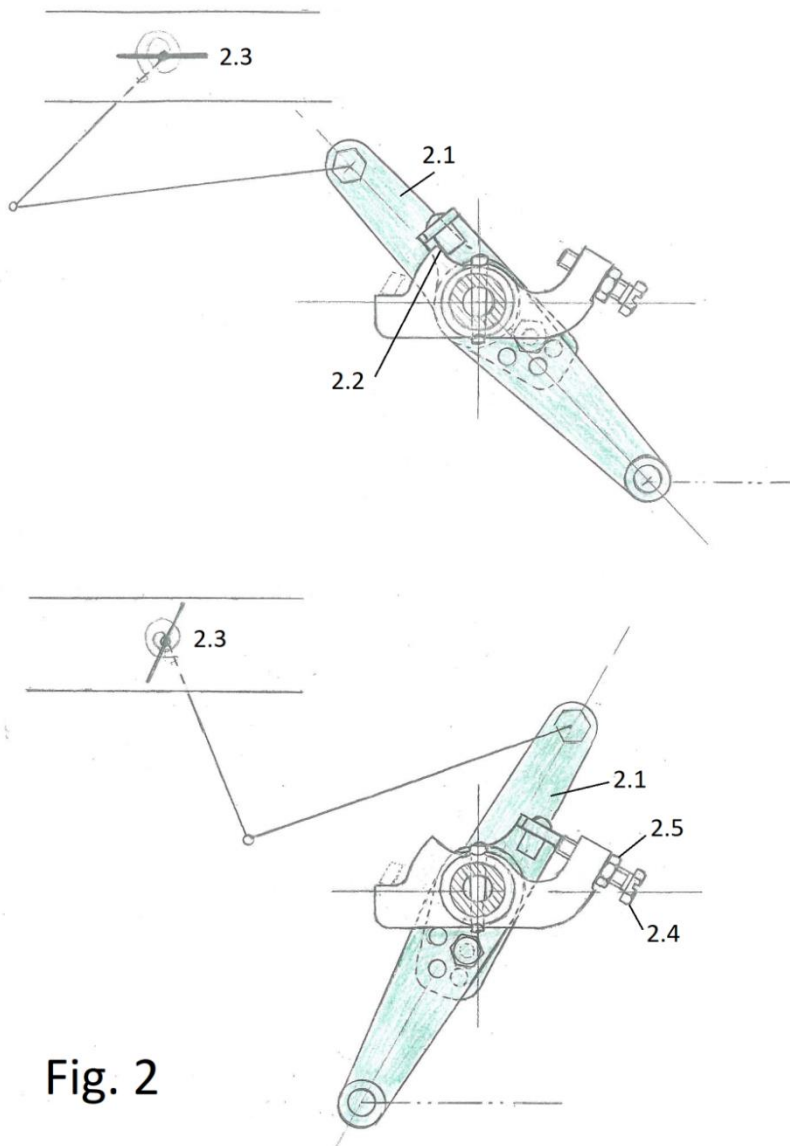

Fig. 2
- régime de ralenti (voir ci-dessous et Fig. 2).
Le régime de ralenti (vitesse la plus basse) est réglé par la butée réglable du levier d'accélérateur (2.1) - voir Fig. 2, sur le support du levier de commande du moteur :
- La figure 2 ci-dessus montre la position de l'ensemble du levier de l'accélérateur à plein régime, la position est déterminée par la butée fixe (2.2) - lorsque la goupille de l'ensemble du levier d'accélérateur repose sur le segment métallique, et le papillon des gaz (2.3) dans le collecteur d'admission doit être complètement ouvert en même temps - seulement indiqué schématiquement dans la figure,
- La figure 2 ci-dessous montre la position de l'ensemble du levier de l'accélérateur au ralenti, la position est déterminée par la butée réglable, c'est-à-dire par la vis (2.4) avec l'écrou de blocage (2.5), et le papillon des gaz (2.3) doit être légèrement ouvert,